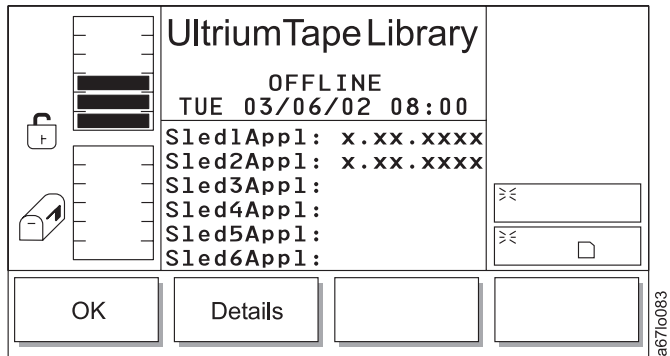

Abbildung 199. Detaildialog (zweite Anzeige)
- Wird **Details** ausgewählt, erscheint die zweite Anzeige des Detaildialogs (siehe Abb. 199 auf Seite 212).
Tabelle 148. Übersetzung von Abb. 199, Detaildialog (zweite Anzeige)